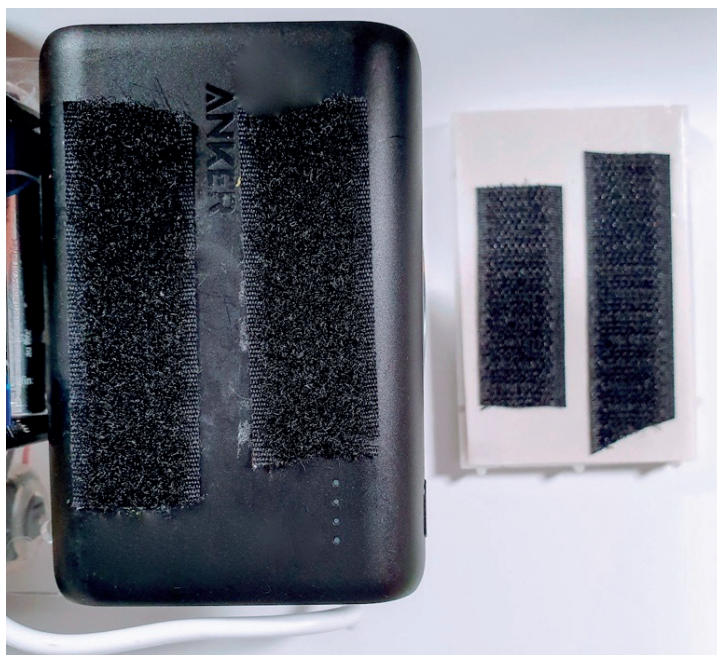

Рис. 8.12. Закрепляем макетную плату с помощью «липучки»
2. Закрепите макетную плату на аккумуляторе робота с помощью «липучки», как показано на рис. 8.12. «Липучка» будет надежно удерживать макетную плату, но при необходимости ее можно будет снять.